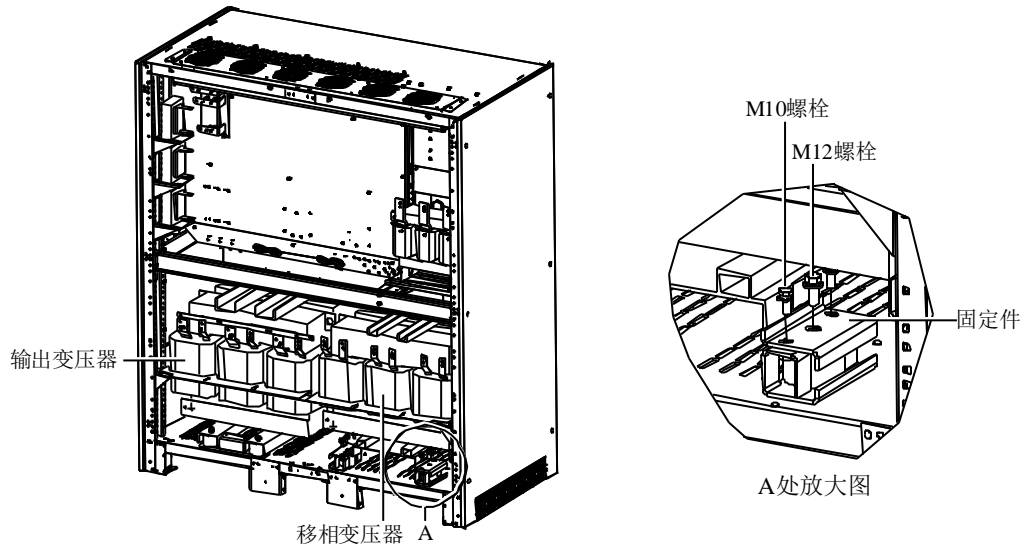

图5 拆除输出变压器固定件
1. 重复前述步骤 1~4 拆除输出变压器固定件。输出变压器位置如图 5 所示。
移相变压器底部固定件前后侧各2个，共4个。分别拆下各固定件两侧2个M10螺栓和中间1个M12螺栓，如图5所示。拿下4个固定件，然后将拆下的4个M12螺栓装回原位。